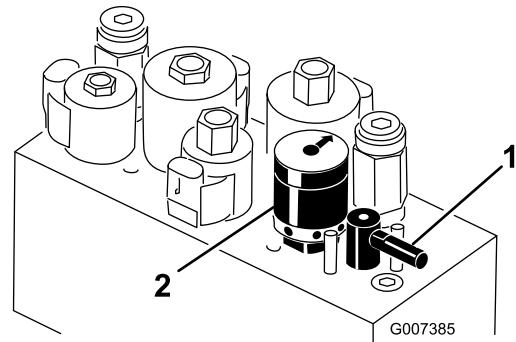

Figura 32
4. Para ajustar a velocidade dos cilindros, rode o manípulo (Figura 32) até que as setas indicadoras fiquem alinhadas com o número que designa o ajuste desejado.